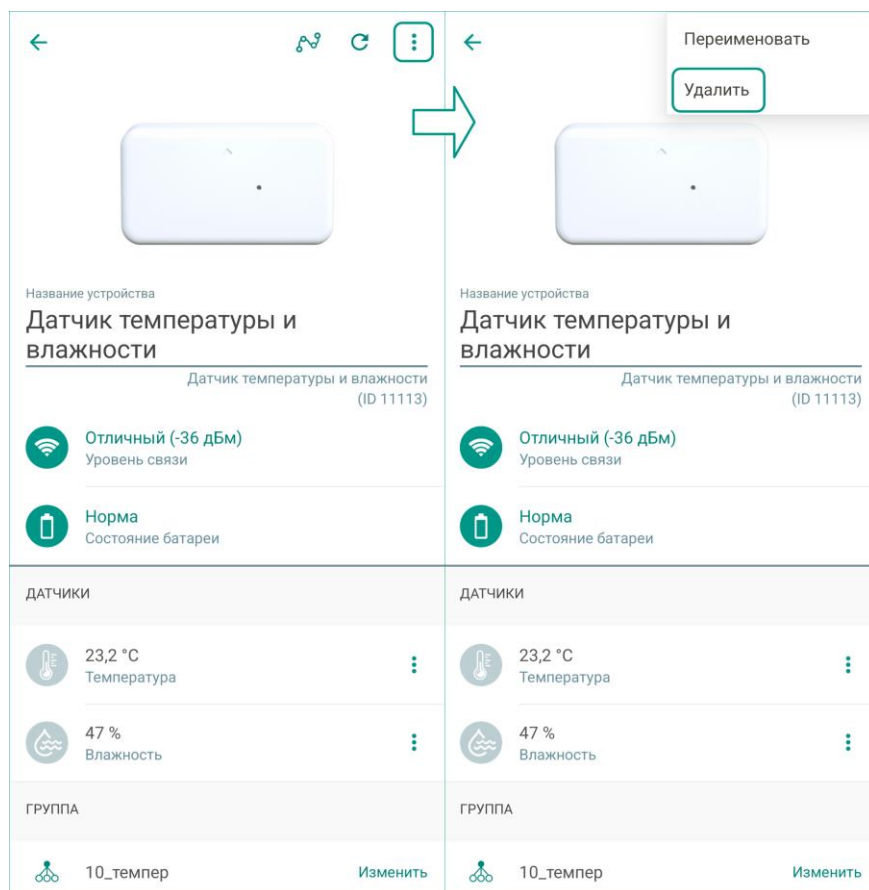

Рисунок 13.1 — Удаление радиоустройства в приложении
1. В приложении на экране настройки радиоустройства (см. рисунок 13.1).